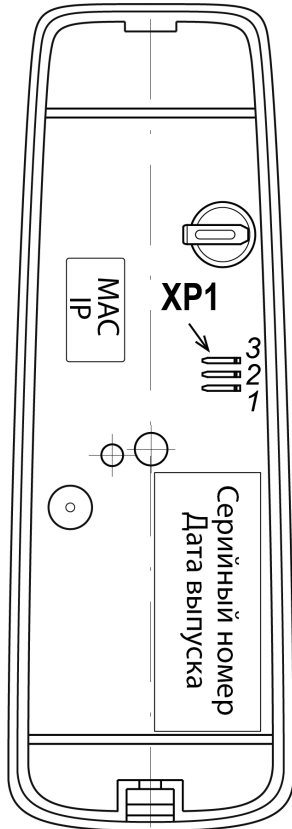

Рисунок 1. Внешний вид тыльной стороны контроллера
Выбор способа задания IP-адреса контроллера осуществляется установкой или снятием переключки (джампера) на разъем **XP1** на тыльной стороне контроллера. Расположение разъема **XP1** указано на рис. 1. Возможны следующие способы задания IP-адреса:
6. При необходимости изменения способа задания IP-адреса контроллера (см. разд. 5.7) установите переключку (джампер) на разъем **XP1** согласно табл. 1. Расположение переключки указано на рис. 1.